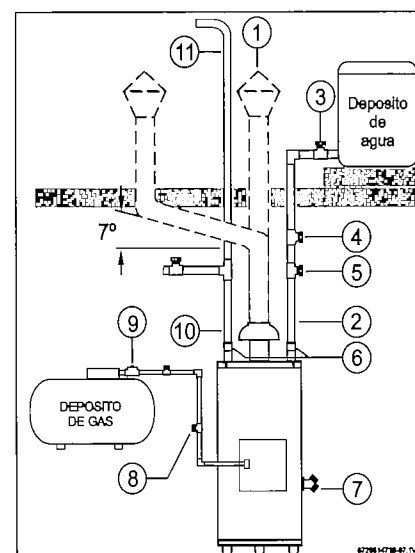

Fig. 6
- Instalar jarros de aire con una longitud mínima de 30 centímetros sobre el nivel máximo de llenado del tinaco (Fig. 6).